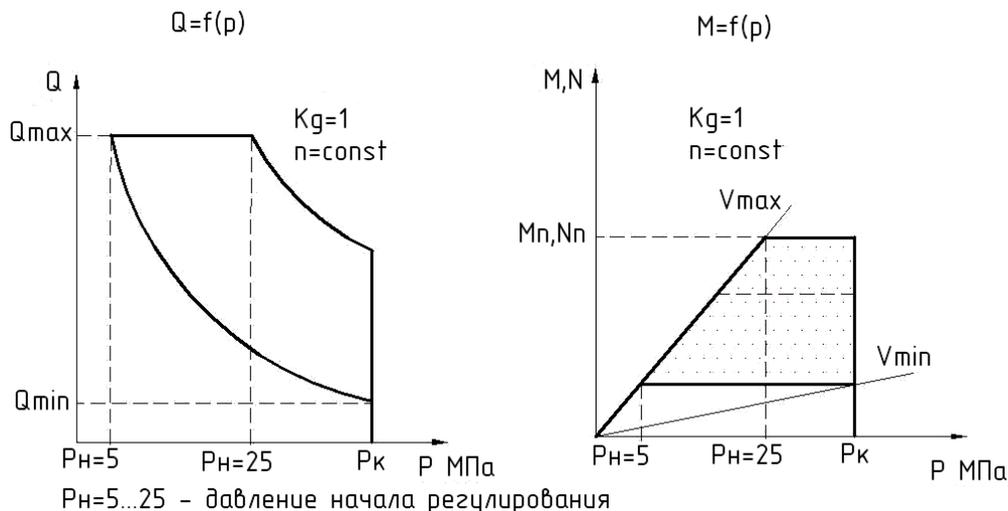

Рисунок 8 – График зависимости подачи Q , крутящего момента M и потребляемой мощности N от изменения давления p .
- Пока давление в гидросистеме не превышает P_H (рисунок 8), насос находится на максимальном рабочем объеме V_{max} и обеспечивает максимальную подачу Q_{max}
- Регулирование. При увеличении рабочего давления P (рисунок 8), начиная с давления начала регулирования P_H , рабочий объем насоса V начинает плавно, автоматически уменьшаться, обеспечивая постоянство потребляемого момента $M_{п}$ и потребляемой мощности $N_{п}$.